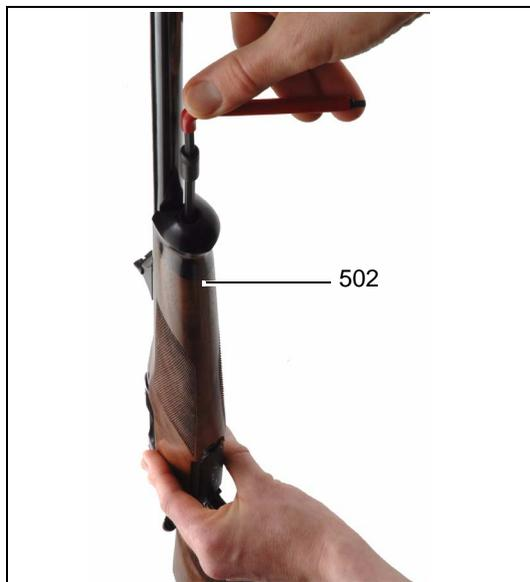

Fig. 21
- Ne pas visser excessivement les vis de la fixation de crosse (utiliser clé spéciale seulement avec deux doigts), (voir Fig. 21).
Figure, voir Fig. 21.